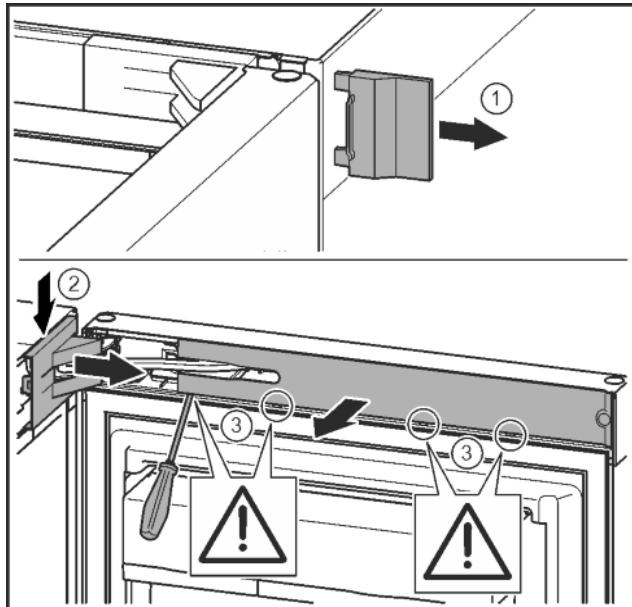

Fig. 8
- Снять внешнюю крышку. Fig. 8 (1)
► При помощи отвертки освободить крышку опорного кронштейна и отсоединить. Снять крышку опорного кронштейна. Fig. 8 (2)
► Шлицевой отверткой вывести накладку из зацепления и отвести в сторону. Fig. 8 (3)